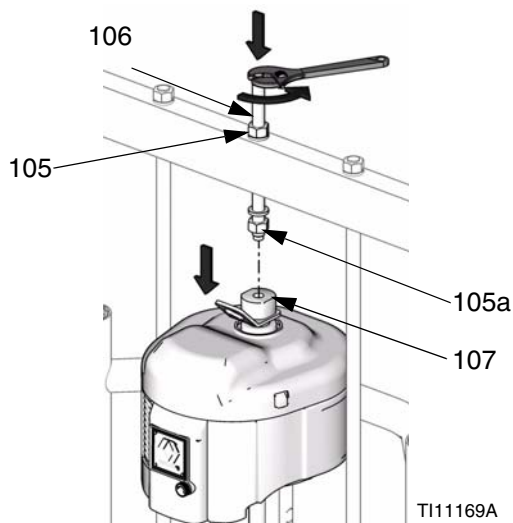

FIG. 24
- a. *En la NXT con plato seguidor de 55 galones (unidades de alimentación D200 de 3" y D200s de 6,5"):* Afloje la tuerca (105a) bajo el travesaño. Use una llave para sujetar el adaptador del anillo de izado (107) en su sitio y afloje con otra llave la varilla roscada (106) de encima del travesaño. Vea la FIG. 24.